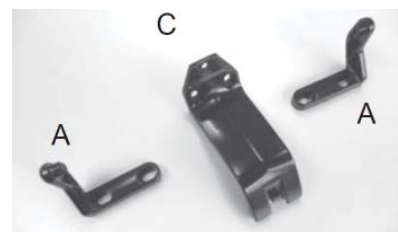

рис.8
**Б.** подготовьте кронштейны привода «А» и кронштейн цепи «С» (Рис.8).